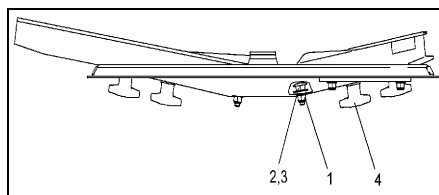

Fig. 60
- Lossa den självlåsande muttern (Fig. 60/1).
- Demontera brickan och skruven (Fig. 60/2,3).
- Lossa vingmuttern (Fig. 60/4) och byt spridarvinge.
- Den självlåsande muttern (Fig. 60/1) ska vara så åtdragen att spridarvingen går att vrida för hand.